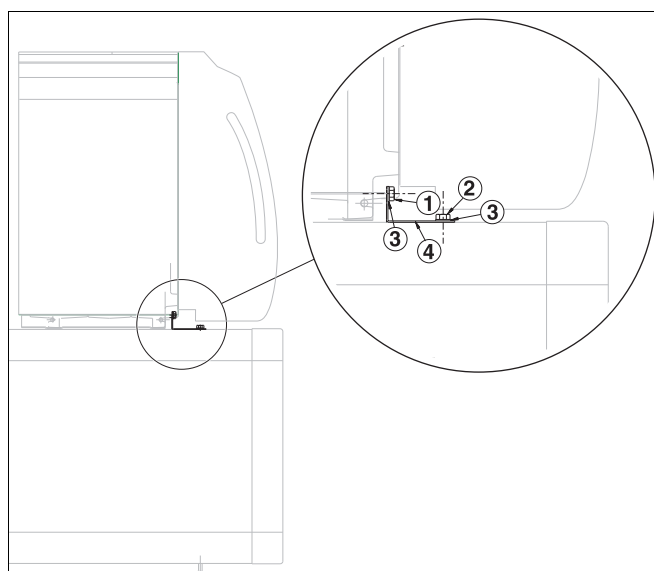

Fig. 7 Monte la caldera sobre el acumulador de agua
- ▶ Oriente la caldera de forma que los orificios en el ángulo de fijación coincidan con los orificios de fijación del acumulador de agua (fig. 7).
- ▶ Atornille el ángulo de fijación (fig. 7, [4]) con tornillos M10 x 30 (fig. 7, [2] y [3]) al acumulador de agua caliente.
- ▶ Apriete los tornillos M10 x 55 (fig. 7, [1]) del ángulo de fijación (fig. 7, [4]).